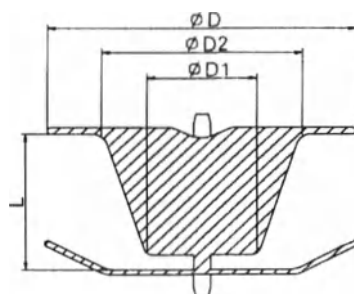

Рисунок 1. Окклюдер KONAR-MF VSD
- Окклюдеры предлагаются в следующих вариантах (см. рис. 1 и таблицу 1).